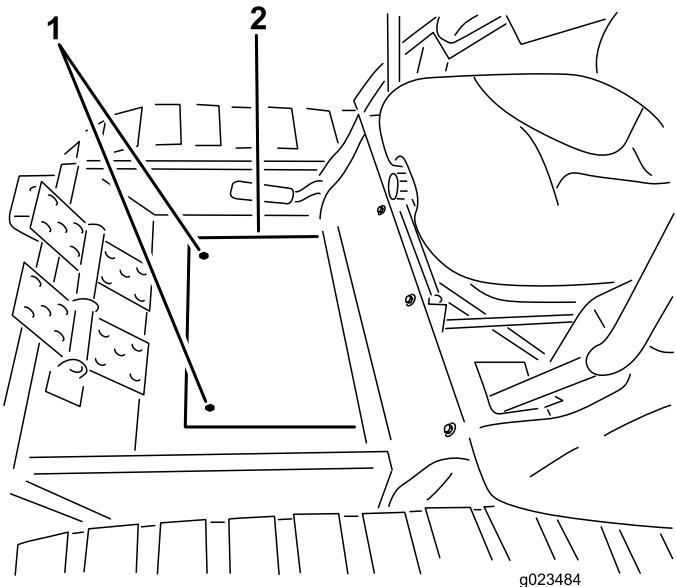

Figure 34
28. Fixez le couvre-plancher du cadre d'hiver au plancher avec les vis retirées précédemment (Figure 34).